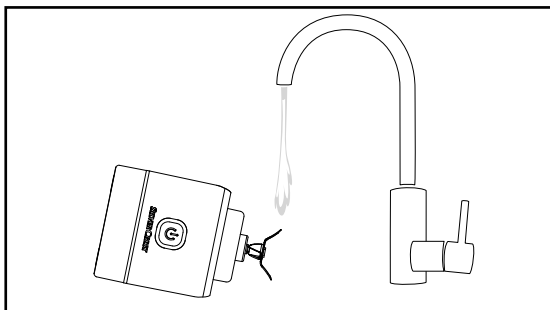

Abb. 2
- ⚠ **VORSICHT!** Das Kreuzmesser ⑤ ist sehr scharf! Gehen Sie daher vorsichtig bei der Reinigung vor.
- Wischen Sie die den Motorblock ⑨ mit einem feuchten Tuch ab.
- Um leichte Verschmutzungen zu beseitigen, füllen Sie den Mixbecher ④ bis zur MAX-Markierung mit lauwarmem Wasser und einem Tropfen Spülmittel. Lassen Sie das Gerät wie im Kapitel **Bedienen** beschrieben für ca. 30 Sekunden laufen. Schrauben Sie dann den Motorblock ⑨ ab und kippen das Spülwasser aus dem Mixbecher ④.
- Spülen Sie nur das Kreuzmesser **5** vorsichtig, ggf. mit einer Spülbürste, unter fließendem Wasser. Achten Sie dabei darauf, dass kein Wasser auf den Motorblock **9** fließt und tauchen das Gerät nicht in Wasser! Kippen Sie das Gerät so, dass nur das Kreuzmesser **5** in den Wasserstrahl hineinragt (siehe Abb. 2). Wenn Sie die Reinigung direkt nach der Verwendung durchführen, dann lassen sich Verschmutzungen leichter lösen.